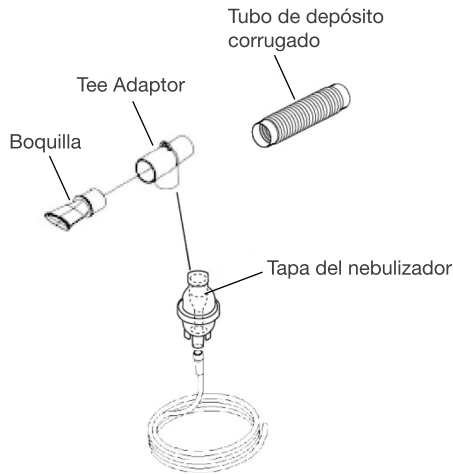

Figura 5
8. Si usa la boquilla, fjela firmemente en un extremo del tee. El tubo corrugado debe estar unido al extremo opuesto del tee. A continuación, fije el extremo restante del tee a la tapa del nebulizador. La tapa está diseñada para ajustarse firmemente (Figura 5).